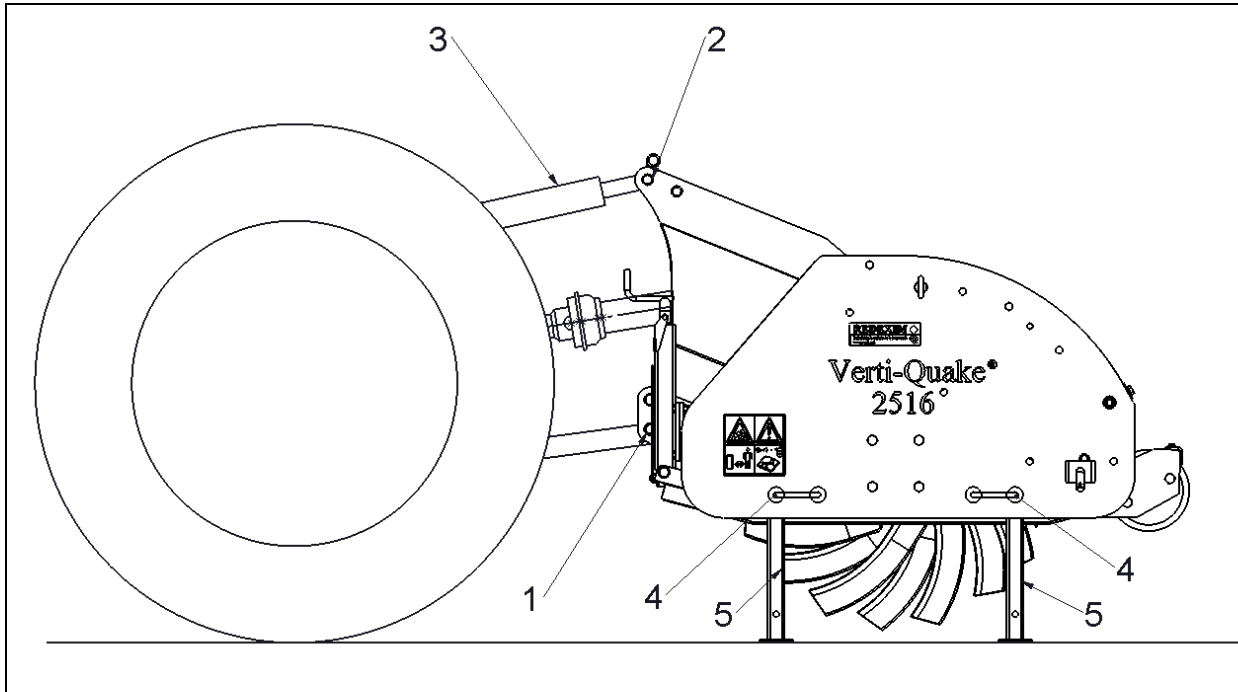

Fig. 9
5.0 AGGANCIAMENTO AL TRATTORE (Fig. 9)
Procedere come di seguito indicato: (fig.9)